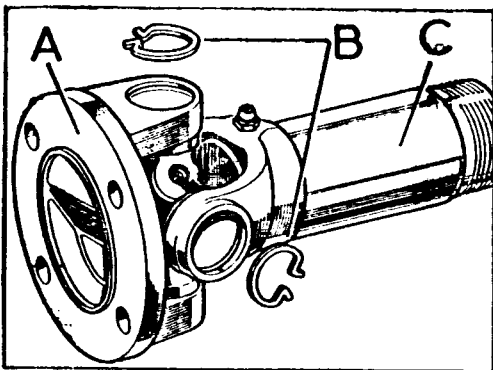

Fig. D-8 Junta universal
- 1.2. Eliminar la pintura y suciedad que exista sobre los arillos, B (Fig. D-8) y extraerlos de los ejes de la cruzeta.
- 1.3. Extraer los arillos-retén, B (Fig. D-8).
NOTA: Si fuese preciso, se extraerá el engrasador de la junta universal para facilitar el desmontaje del cojinete (Fig. D-8).